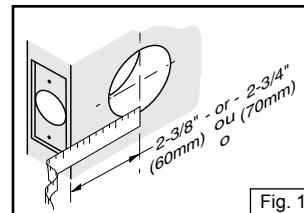
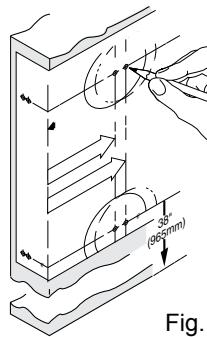
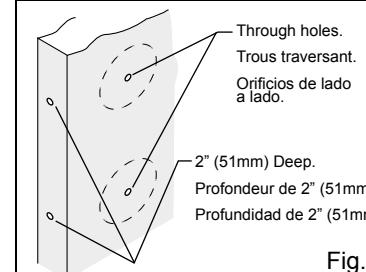
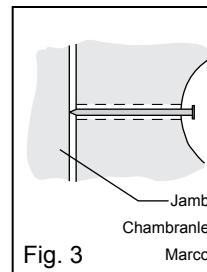

Fig. 1
Fig. 1
Fig. 2
Fig. 3
Note 1. **A.** Determine your backset, see (figure 1). **B.** If your backset measured 2-3/4" (70mm), adjust the backset of latches as follows: For top latch, rotate front of latch 180° (see figure 2). **For bottom latch,** grasp spring pin (a) and move it from the 2-3/8" slot to the 2-3/4" slot (see figure 3).
Remarque 1. **A.** Déterminez l'écartement, voir (figure 1).
Les verrous n'ont pas besoin de réglage si l'écartement fait 2-3/8" (60 mm). **B.** Si votre écartement mesurait 2-3/4" (70mm), ajustez l'écartement des verrous comme suit: Pour le verrou supérieur, tournez l'avant du verrou 180° (voir figure 2). Pour le verrou inférieur, se saisir le la goupille-ressort (a) et la déplacer de 2-3/8" à l'encoche de 2-3/4" (voir figure 3).
A. Follow steps 1 through 3 of template (see fig. 1). **B.** Drill 1/8" (3mm) diameter pilot holes where marked (see fig. 2). **C.** Drill the 2-1/8" (54mm) hole about halfway through door, then finish drilling from the other side to prevent splintering. **D.** Mark location for strike plate holes in door jamb, by closing door and pressing a 2" (51mm) common nail from inside 2-1/8" (54mm) hole through pilot hole until nail makes indentation in door jamb (see fig 3). **E.** Drill 1" (25mm) diameter holes in door edge and jamb. Drill the top hole in jamb a minimum of 1" (25mm) deep and the bottom hole 5/8" (16mm) deep. **F.** Trace face of latches in door edge and chisel out area 5/32" (4mm) deep, (no chiseling is required for bottom latch if you are using a drive-in latch (latch without face plate)). **G.** Center appropriate strike over holes in door jamb and trace outlines. Chisel out area 1/16" (1,6mm) deep for bottom strike and 5/64" (2mm) deep for top strike. Place strikes on jamb and mark screw hole centers. For top strike, drill 1/8" (3mm) diameter pilot screw holes a minimum of 1-1/2" (38mm) deep. For bottom strike, drill 3/32" (2mm) diameter pilot screw holes a minimum of 1/2" (13mm) deep. **H.** Continue by following steps of INSTALLATION INSTRUCTIONS on reverse side.
A. Suivre les étapes 1 à 3 du gabarit (voir figure 1). **B.** Percer des trous-pilotes de diamètre 1/8" (3mm) aux endroits marqués (voir figure 2). **C.** Percer le trou de 2-1/8" (54 mm) jusqu'au milieu de la porte environ, puis finir de percer à partir de l'autre côté afin d'éviter l'éclatement du bois. **D.** Marquer l'emplacement des trous de la gâche sur le chambranle de la porte en fermant la porte et en poussant un clou ordinaire de 2" (51mm) de l'intérieur du trou de 2-1/8" (54mm) par le trou-pilote jusqu'à ce que le clou fasse une marque sur le chambranle de la porte (voir figure 3). **E.** Percer les trous de diamètre 1" (25mm) dans le bord de la porte et le chambranle. Percer le trou supérieur dans le chambranle au moins 1" (25mm) de profond et le trou inférieur 5/8" (16mm) de profondeur. **F.** Tracer la face des verrous sur le bord de la porte et couper au ciseau sur une profondeur de 5/32" (4 mm), (ceci n'est pas nécessaire pour le verrou inférieur si vous voulez un verrou à enfouissement (verrou sans tête)). **G.** Centrer la gâche appropriée sur les trous dans le chambranle de la porte et tracer le pourtour. Mortaiser la surface tracée sur une profondeur de 1/16" (1,6mm) pour la gâche inférieure et 5/64" (2mm) pour la gâche supérieure. Placer les gâches sur le chambranle et marquer le centre des trous de vis. Percer des trous-pilotes de 1/8" (3mm) de diamètre sur une profondeur minimale de 1-1/2" (38mm) pour la gâche supérieure. Percer des trous-pilotes de 3/32" (2mm) de diamètre sur une profondeur de 1/2" (13mm) pour la gâche inférieure. **H.** Continuer en suivant les étapes des INSTRUCTIONS D'INSTALLATION au verso